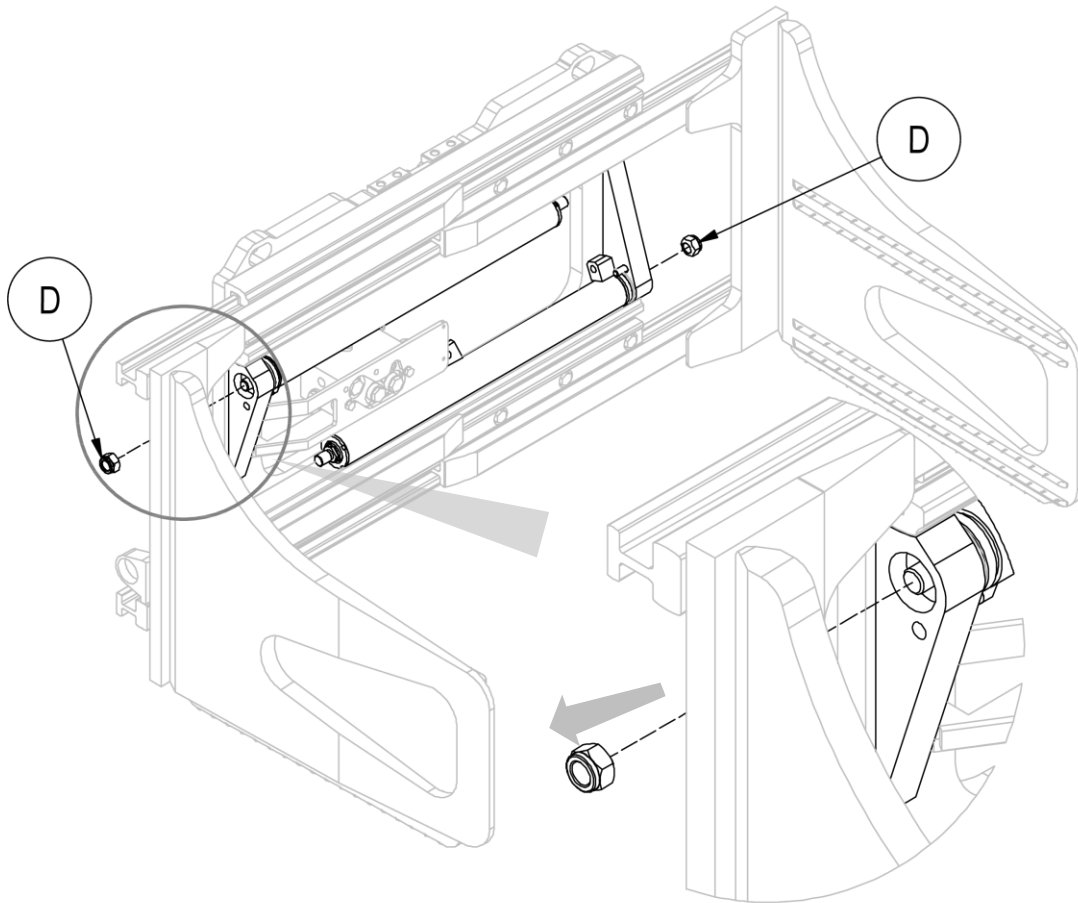

Abbildung 27
7. Schrauben Sie die Muttern D, mit denen die Zylinder an den Gabelzinken befestigt sind, ab und bauen Sie die Zylinder vorsichtig aus (siehe *Abbildung 27*).